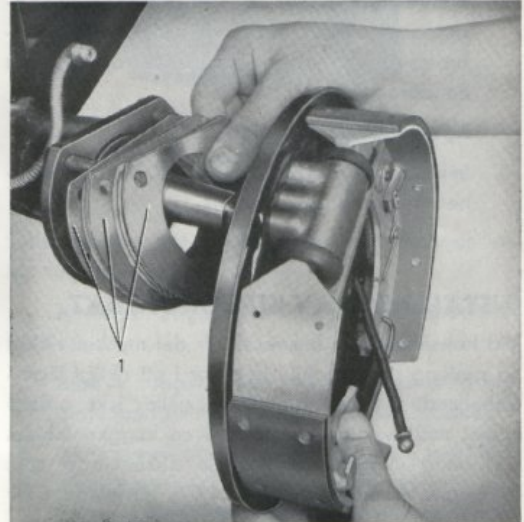
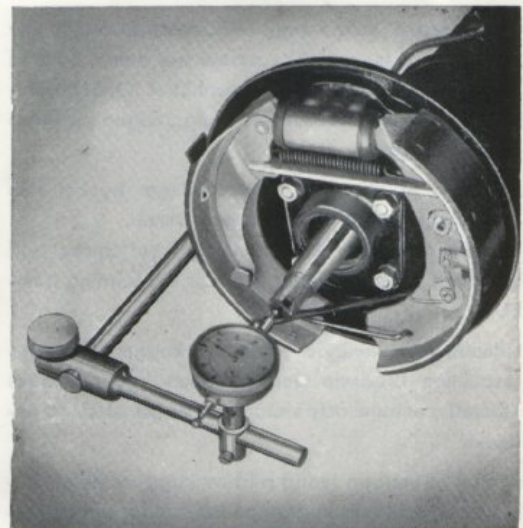

Bild 32. Mont. av bromssköld.
Bild 33. Mätning av axialspel för drivaxlar.
4. Montera bromssköld och hållare med filltätning på vänstra sidan av bakaxelkåpan. För på justermellanläggen på högra sidan av kåpan och montera därefter bromssköld och hållare med filltätning, se bild 32. Kontrollera drivaxlarnas axialspel, se bild 33. Spelet skall vara 0,07—0,20 mm och ev. justering sker endast på kåpans högra sida.